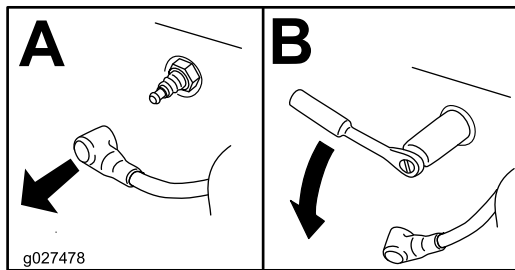

Figura 44
4. Retire a vela de ignição (Figura 44).